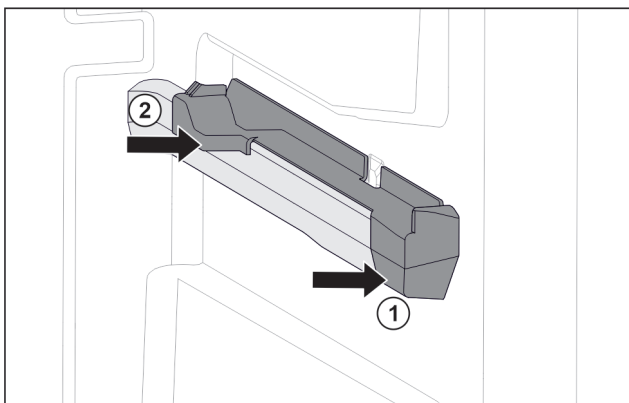

Fig. 75 Elemento inseribile sulla nervatura destra del contenitore
- ▶ Posizionare l'elemento inseribile sulla parte anteriore della nervatura del contenitore. Fig. 75 (1)
- ▶ Premere l'elemento inseribile sulla parte posteriore. Fig. 75 (2)